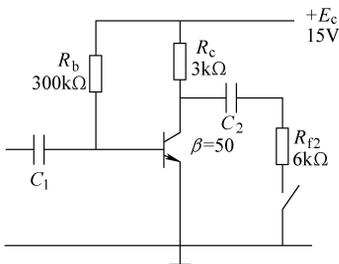

图 3-4
5. 如图 3-4 所示, 根据所给的参数, 试求放大器的输入电阻、空载时电压放大倍数和带负载时的电压放大倍数。